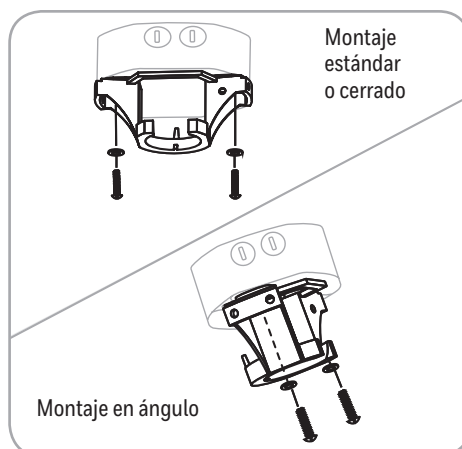

Figura 2.2
2. Fije el soporte de montaje a la caja de salida (no se incluye) con los tornillos y las arandelas incluidos con la caja de salida (Figura 2.2).